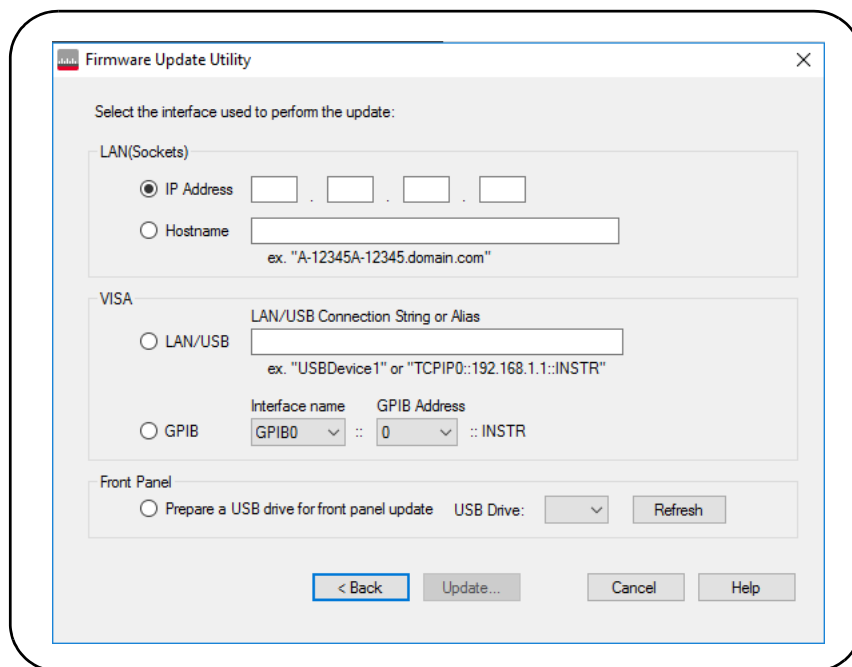

Figure 2-10 Saisie de l'adresse IP ou du nom d'hôte
- 3 Entrez l'adresse IP ou le nom d'hôte du compteur (Figure 2-10). Sélectionnez « Update » pour lancer la mise à jour.